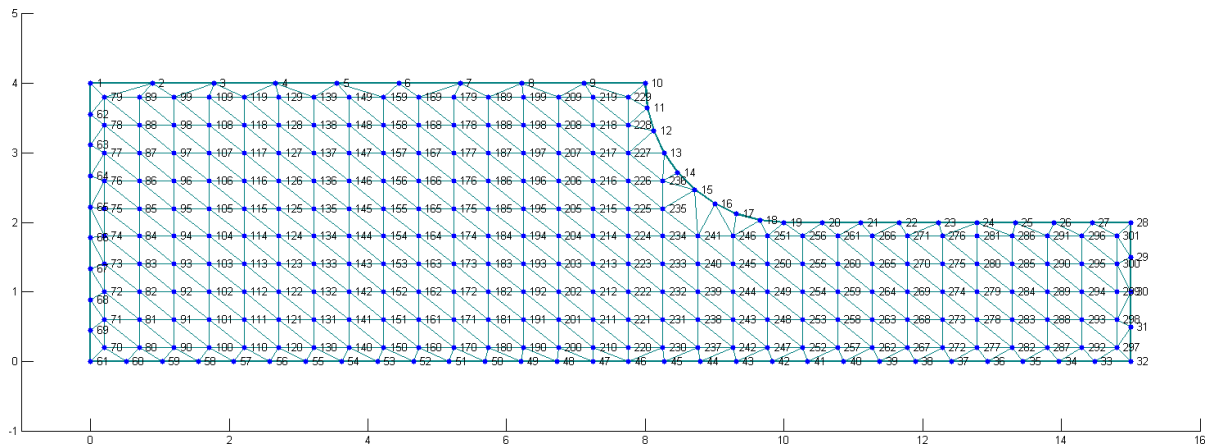

Рис. 1. Сетка конечных элементов
- Рисунок 1. Сетка конечных элементов. Элементы отображаются треугольниками, узлы - точками. Элементы и узлы должны быть отображены разными цветами. Отобразить номера узлов.